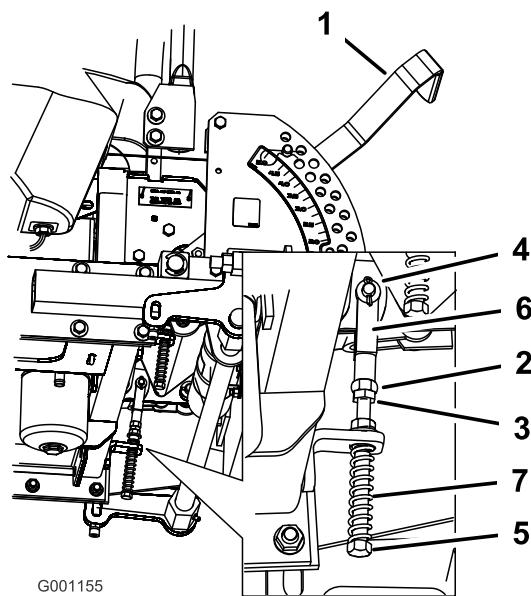

Figura 68
8. Se occorre regolare, allentate il dado e il controdado contro la forcella (Figura 68).
9. Premete leggermente indietro la leva di comando del movimento, e girate la testa del bullone di regolazione nella direzione opportuna finché la leva di comando non si trova al centro, in posizione di bloccaggio in folle (Figura 68).
10. Serrate il dado e il controdado (Figura 68).